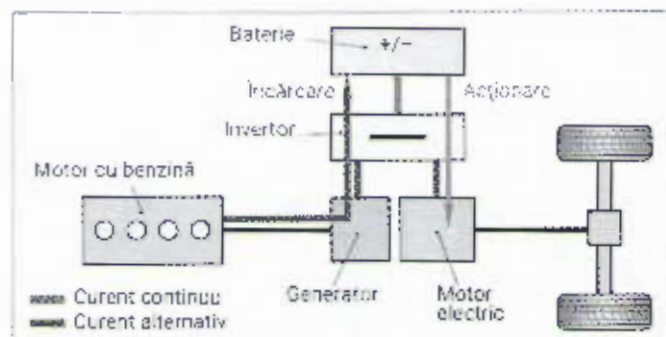

Fig. 1: Sistem hibrid serie (schemă bloc)
1. Sistemul hibrid serie (Fig. 1). Într-un sistem hibrid serie, un motor cu combustie internă comandă un generator pentru acest scop. Energia electrică generată este utilizată de un motor electric ca sistem de acționare. Energia electrică este stocată în baterii printr-un inverter și se poate apela la ea după cum este necesar, cum ar fi atunci când conduceți exclusiv cu sistemul de acționare electric. Un inverter convertește energia electrică generată sub formă de curent alternativ, în curent continuu, astfel încât să poată fi stocată în baterie.